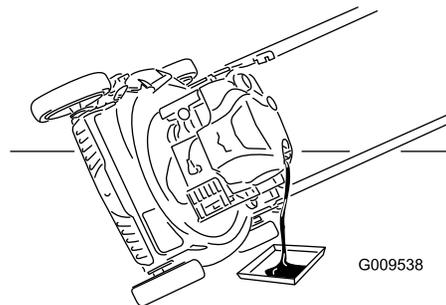

Figura 20
7. Coloque la máquina de lado con la varilla de aceite hacia abajo para drenar el aceite usado a través del tubo de llenado al recipiente (Figura 20).